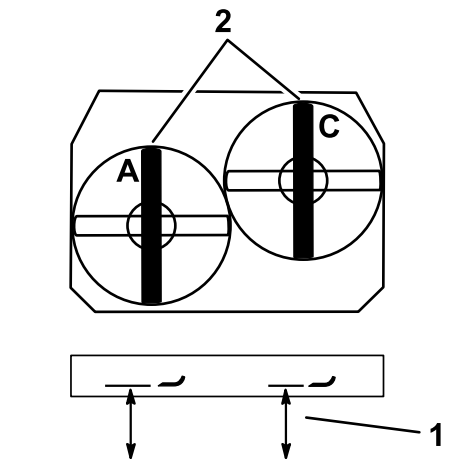

Figura 82
3. Misurate la lama sinistra al punto **A** da una superficie piana fino al tagliente della punta della lama e annotate la misura rilevata (Figura 82).
4. Misurate la lama destra al punto **C** da una superficie piana fino al tagliente della punta della lama e annotate la misura rilevata (Figura 82).
7. Regolate i dadi di regolazione nelle forcine, nei punti **A** e **C** per ottenere l'altezza corretta (Figura 82).
3. Misurate la lama destra al punto **C** da una superficie piana fino al tagliente della punta della lama e annotate la misura rilevata (Figura 82).